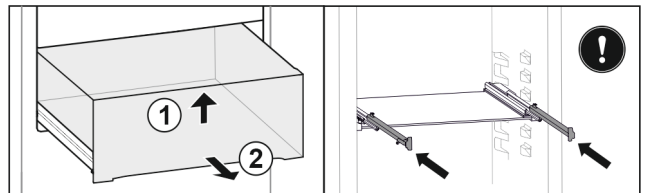

Fig. 85
- Schubfach vorne anheben. Fig. 85 (1)
- Schubfach nach vorne entnehmen. Fig. 85 (2)